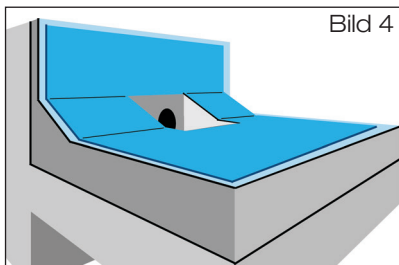

Bild 4
- 5.4.4 **Anschlussbahn** bauseits aus vorhandener Bitumen-Dachdichtungsbahn, Größe: ca. 700 mm x 1000 mm, zuschneiden (Bild 4). Den Klebeflansch 100 mm umlaufend mit Bitumen-Voranstrich versehen. Anschlussbahn über Ablauf legen und im Schweißverfahren mit Klebeflansch verbinden.